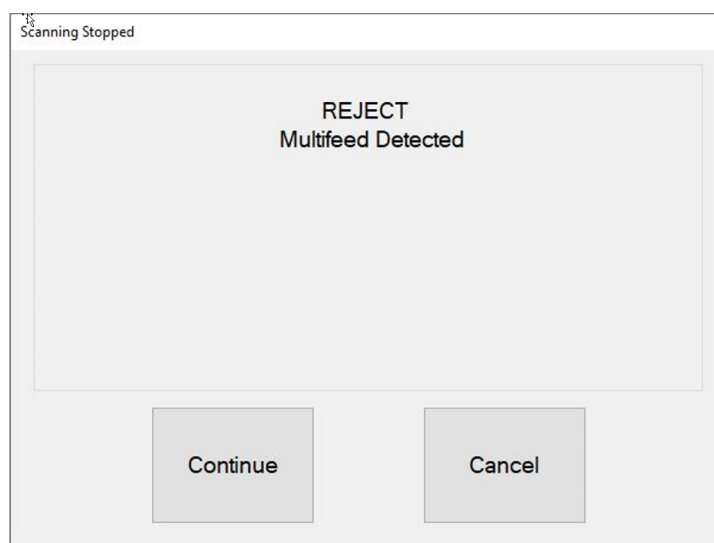

図 4-23 : スキャン中止状況
1. スキャン中止状況では、実行画面にエラーが表示され（図 4-23）、スキャンが自動的に停止します。